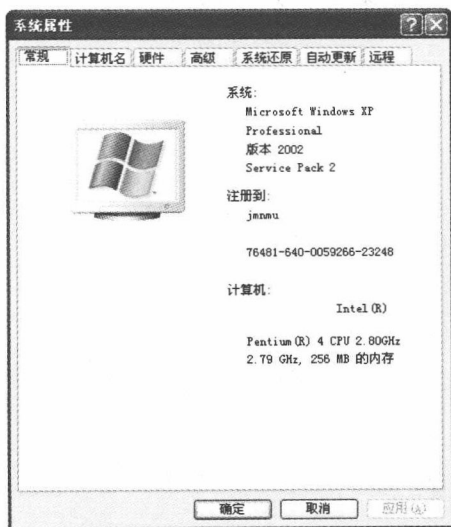

图 1.2.1 “系统属性”对话框
(1) 在 D 盘下新建“LM_LICENSE”文件夹。
(2) 用鼠标右键单击“我的电脑”, 从弹出的快捷菜单中选择“属性”, 出现“系统属性”对话框, 如图 1.2.1 所示。